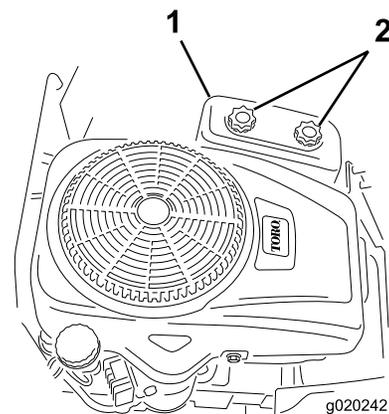

Figure 32
- Retirez le couvercle du filtre à air en desserrant les 2 boutons (Figure 32).
3. Reposez le couvercle du filtre à air et serrez les 2 boutons (Figure 32).